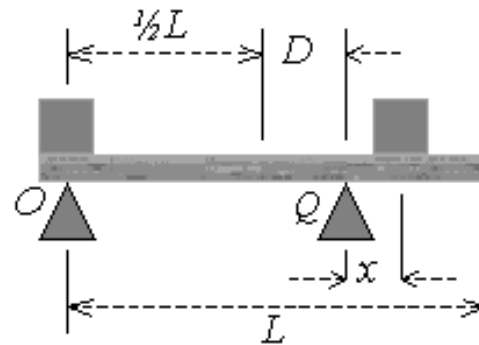

Figura 6.13 Problemas 6.7 y 6.8
- 6.7 Una viga uniforme de peso P y longitud L , que se apoya en los puntos O y Q soporta dos pesos, P_1 sobre O y P_2 a la derecha de Q , como se muestra en la figura 6.13. Calcular el valor de x para el cual la viga quedará equilibrada en el punto de apoyo Q de tal manera que la fuerza en O sea cero. R: $[(P_1 + P)D + \frac{1}{2}LP_1]/P_2$.
- 6.8 Para el sistema de la figura 6.13, calcular el valor de x tal que la fuerza normal en O sea la mitad de la fuerza normal en Q . a) Desprecie el peso de la viga. b) Considere el peso P de la viga.